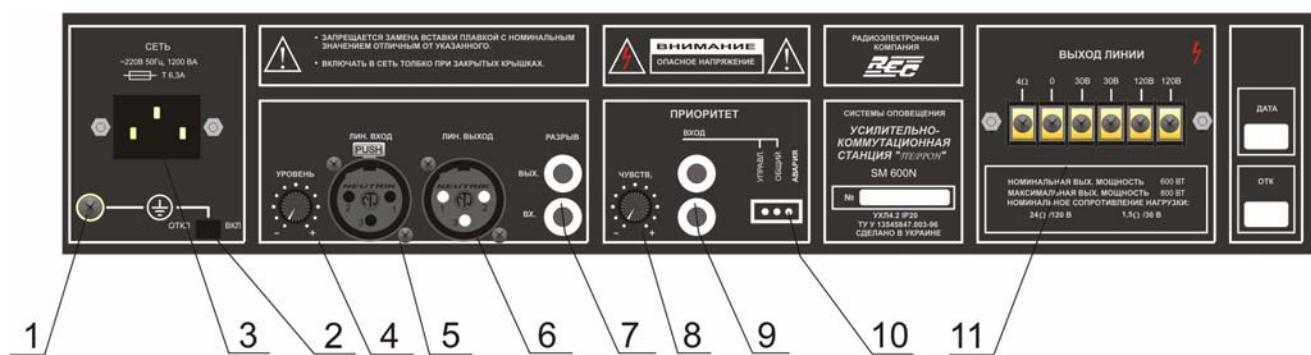

Рисунок 3
– при использовании УКС и УМ с пассивными источниками НЧ-сигнала (пульты конференцсистем, микрофоны и т. п.) переключатель ОТКЛ/ВКЛ (поз.2, рисунок 3) устанавливать в положение ВКЛ («схемный» общий провод подключен к корпусу изделия);
Клемма  (поз. 1, рисунок 3) является дополнительной и может быть использована для дополнительного (страховочного) заземления.